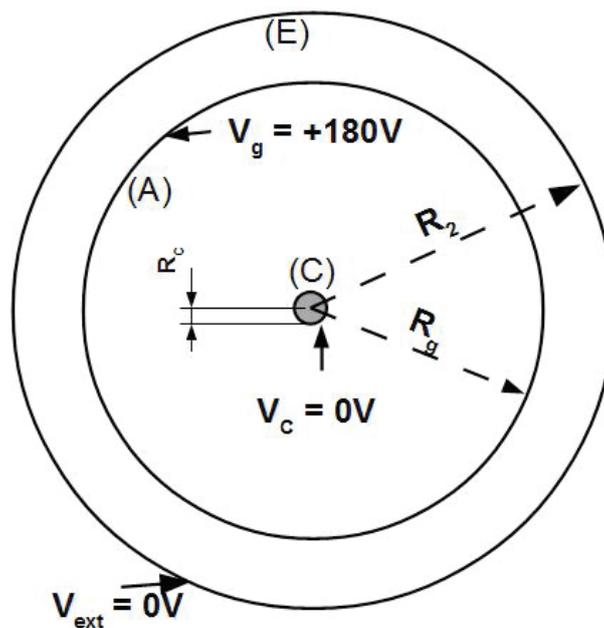

Figure B.5 :
**Q29.d.** Reproduire la Figure B.5 et représenter les lignes de champ électrique en précisant leur orientation.